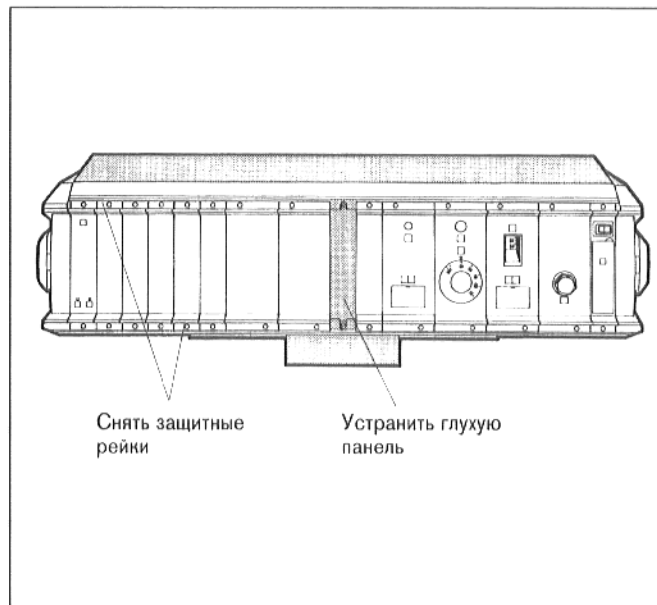

Рис. 1: Лицевая сторона регулятора
- Снять защитные рейки (рис. 1).
- Устранить глухую панель (рис. 1).